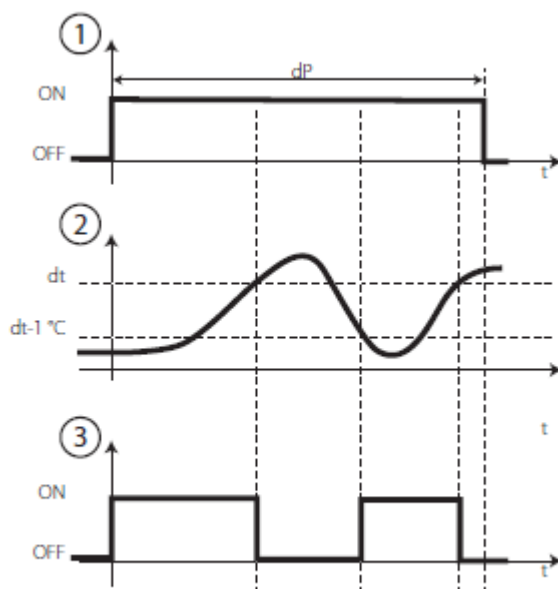

Fig. 4.g
- **Tid med temperatur kontrol** (kun varmelegeme); for en programmerbar periode: afrimning udgang er kun aktiveret når temperaturen er lavere end slut afrimning grænsen, hvilket garanterer energi besparelse og afrimning af fordamperen, selv under mere ekstreme forhold (se fig. 4.g).
Nøgle til fig. 4.g: